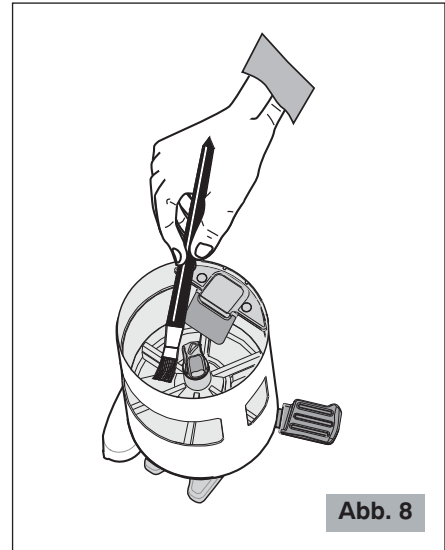

Abb. 8
- Für schwer zugängliche Bereiche eine Bürste oder den Pinsel (Abb. 8) der Ausstattung zur Reinigung benützen und für die anderen Oberflächen ein trockenes Tuch.